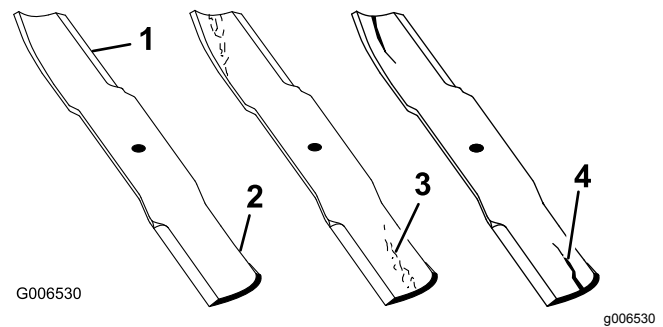

Bild 62
1. Untersuchen Sie die Schnittkanten (Bild 62). Entfernen und schärfen Sie die Messer, wenn die Schnittkanten nicht scharf sind oder Auskerbungen aufweisen. Siehe „Schärfen der Messer“.
2. Prüfen Sie die Schnittmesser, insbesondere den gebogenen Bereich (Bild 62). Wenn Sie Schäden, Verschleiß oder Rillenbildung in diesem Bereich feststellen (Bild 62), sollten Sie sofort ein neues Schnittmesser einbauen.